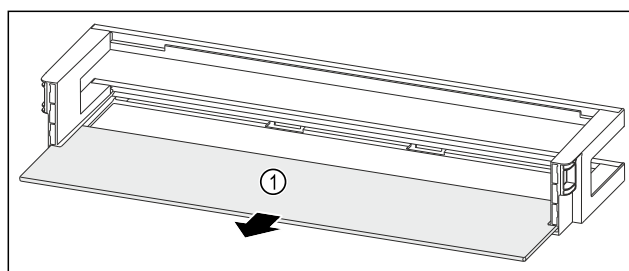

Fig. 131 Estantes en la contrapuerta con estante
- ▶ Retire el estante Fig. 131 (1).